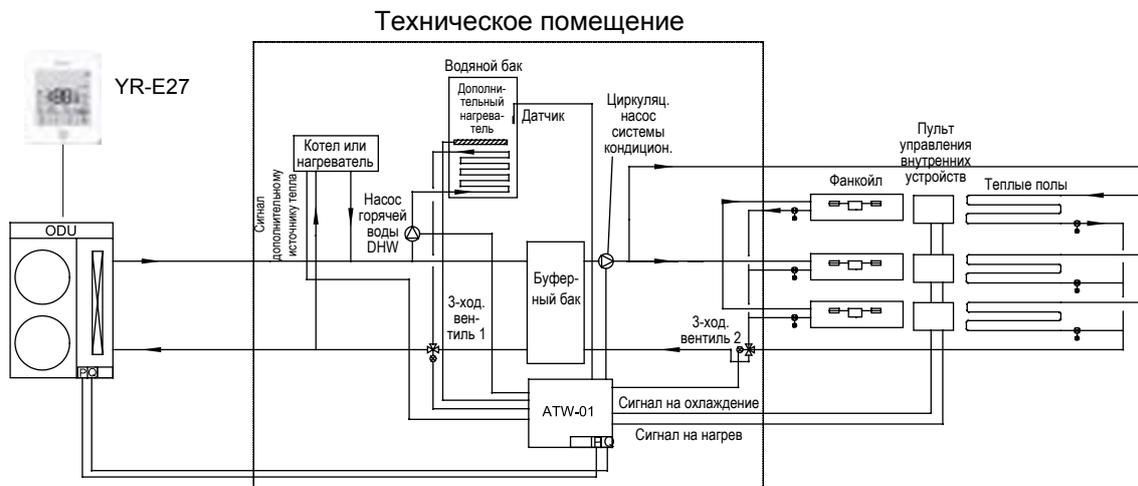

Рис.1 Производство горячей воды для бытовых нужд (DHW) под управлением YR-E27
- использование пульта YR-E27 вместе с датчиком температуры горячей воды (подключение к CN31), вставленным в водяной бак; в этом случае переключатель BM1-1 устанавливается в позицию OFF (Рис.1);